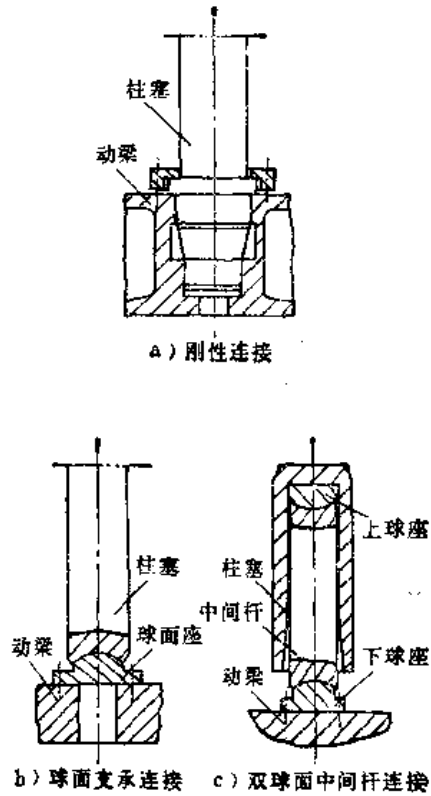

图13-1-5 柱塞与动梁的连接
(2) 柱塞与活动横梁的连接 如图13-1-5所示，有固定连接(刚性连接)、球面支承连接和双球面中间杆连接。我国单缸和三缸水压机的中间柱塞与活动横梁的连接大都采用刚性连接，三缸水压机的两侧缸柱塞多采用球面支承连接。近年来，在许